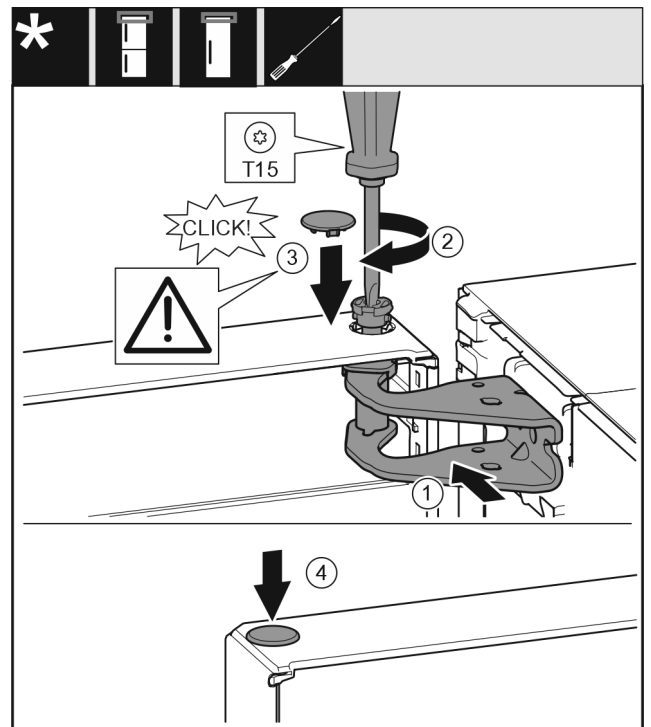

Fig. 20
- ▶ 将冰箱门的上方对准托架 Fig. 20 (1) 中的开口。
- ▶ 放入螺栓 Fig. 20 (2) 并用螺丝刀拧紧。
- ▶ 装入盖板 Fig. 20 (3)。
- ▶ 检查盖板 Fig. 20 (3) 是否紧贴在冰箱门上。
- ▶ 装入盖板 Fig. 20 (4)。